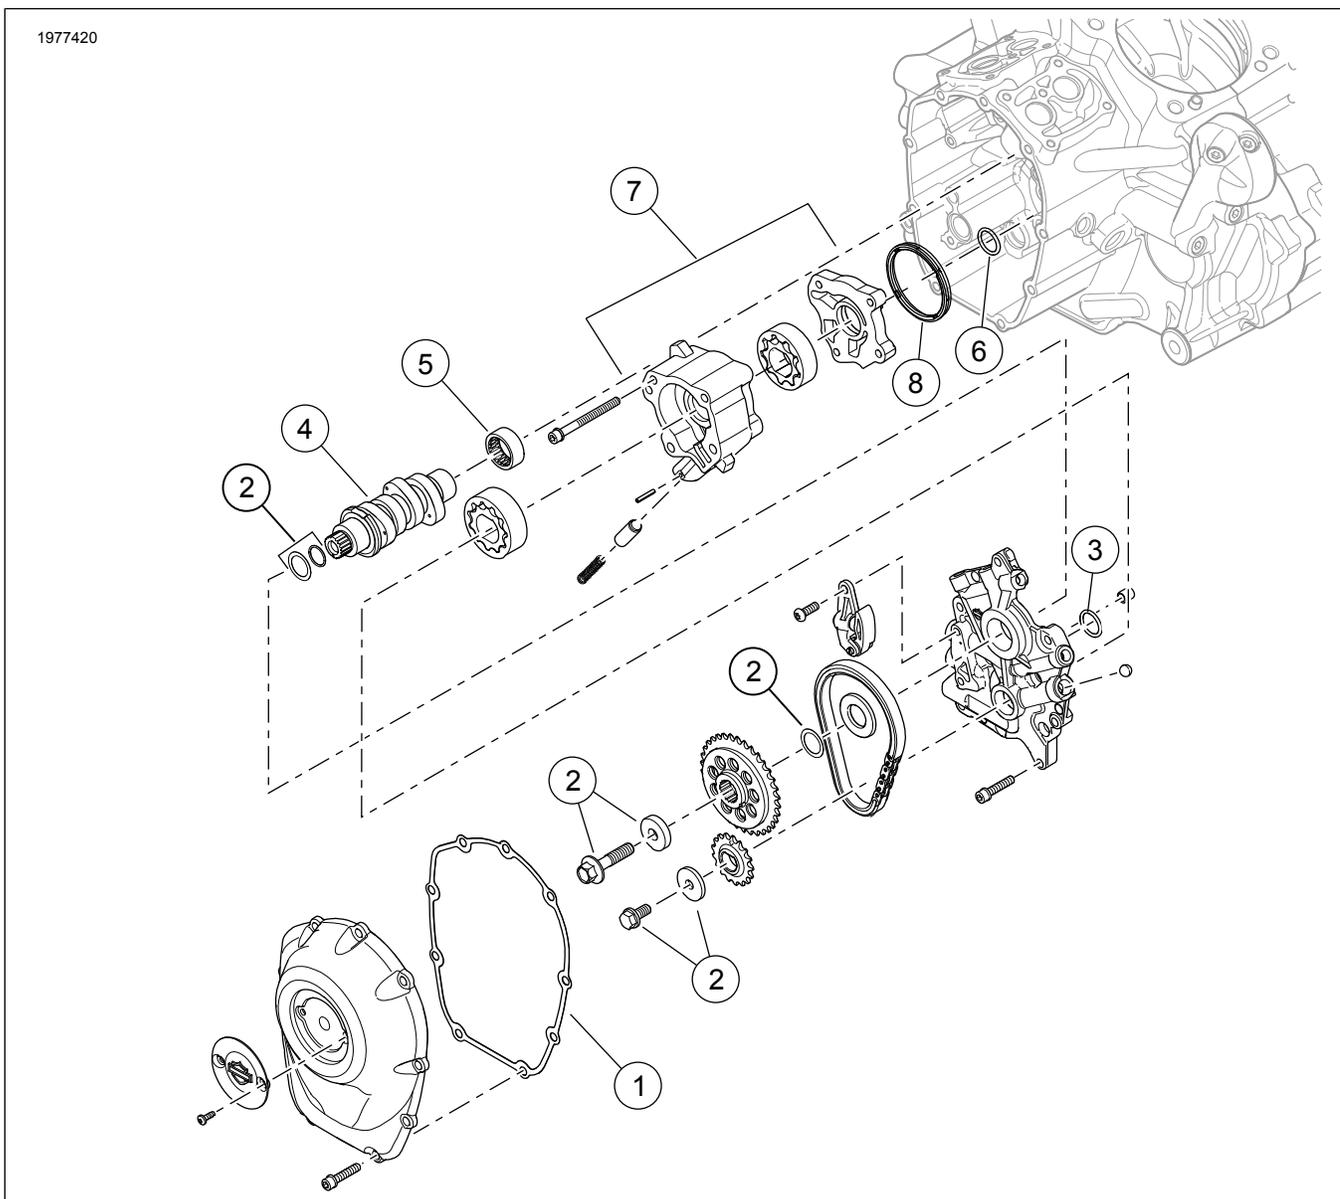

Abbildung 3. Inhalt des Satzes: Steuergehäuse: Screamin' Eagle Milwaukee-Eight™ Stage 4-Komponenten
2. Das Nockenwellennadellager (5) einbauen.
3. Siehe Abbildung 3. Die Ölpumpe einbauen.
11. Den Kolben im Arbeitstakt ungefähr auf den Unterer Totpunkt (UT) einstellen und die Kipphebel einbauen.